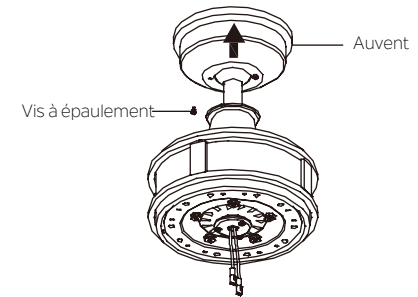

Fig. 17
Étape 1. Assembler l'auvent en faisant pivoter la fente de la clé de la verrière sur la vis à épaulement du support de montage. Serrer la vis à épaulement. Assembler complètement et serrer la deuxième vis à épaulement qui a été retirée précédemment. (Fig. 17)